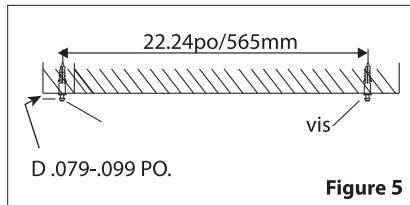

Figure 5
1. Installez les vis fournies directement sur la surface de montage. L'espacement entre les vis doit être de 22.24 pouces. Gap (D) devrait être .079-.099 pouces. Pour les surfaces en béton / cloisons sèches, des ancrages muraux sont requis. Percez deux trous pour les ancrages muraux fournis, puis utilisez les vis fournies (voir la figure 5).